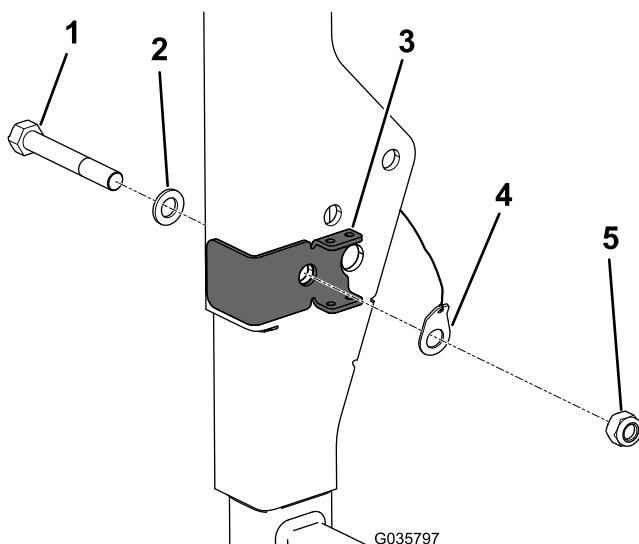

Figura 2
3. Allineate il foro nella staffa del ROPS con il foro nel ROPS e montate il nuovo bullone con la rondella esistente (Figura 2).